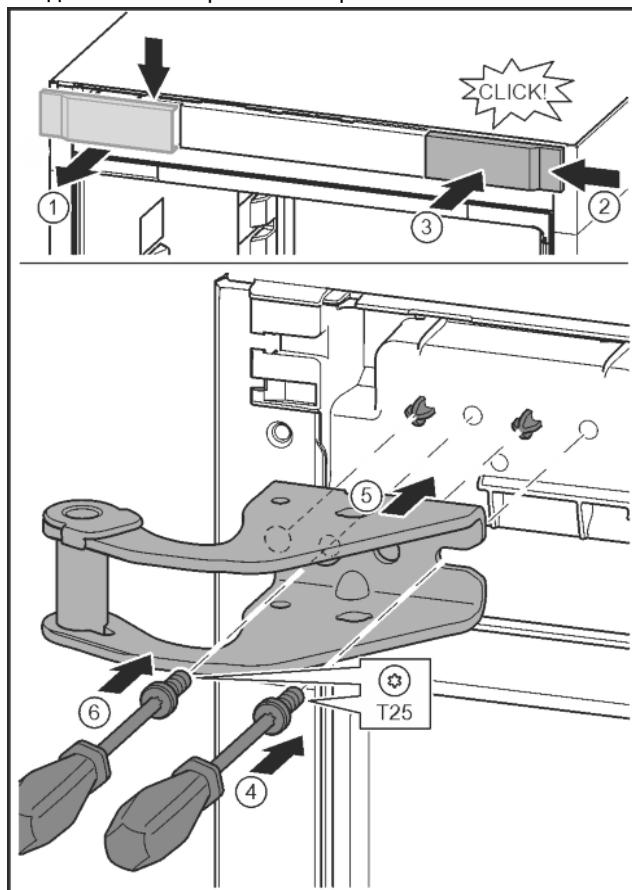

Fig. 14
- Развийте капака и го свалете настрани. Fig. 14 (1)
- Закачете капака, завъртян на 180°, от другата страна отдясно. Fig. 14 (2)
- Фиксирайте капака. Fig. 14 (3)
- С отвертка T25 поставете винта. Fig. 14 (4)
- Поставете горната лагерна стойка. Fig. 14 (5)
- Затегнете винта. Fig. 14 (4)
- С отвертка T25 поставете винта и го затегнете. Fig. 14 (6)